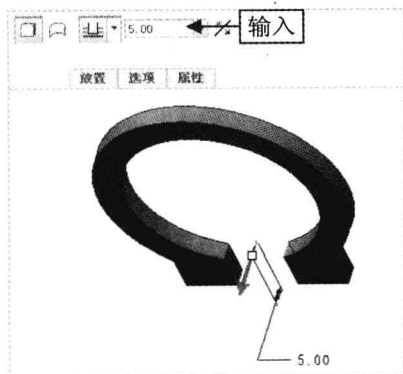

图 5-5 设置参数
Step 03 弹出“拉伸”选项卡，在绘图区选择草绘图形，在“输入侧 1 的深度值”数值框中输入 5，如图 5-5 所示。